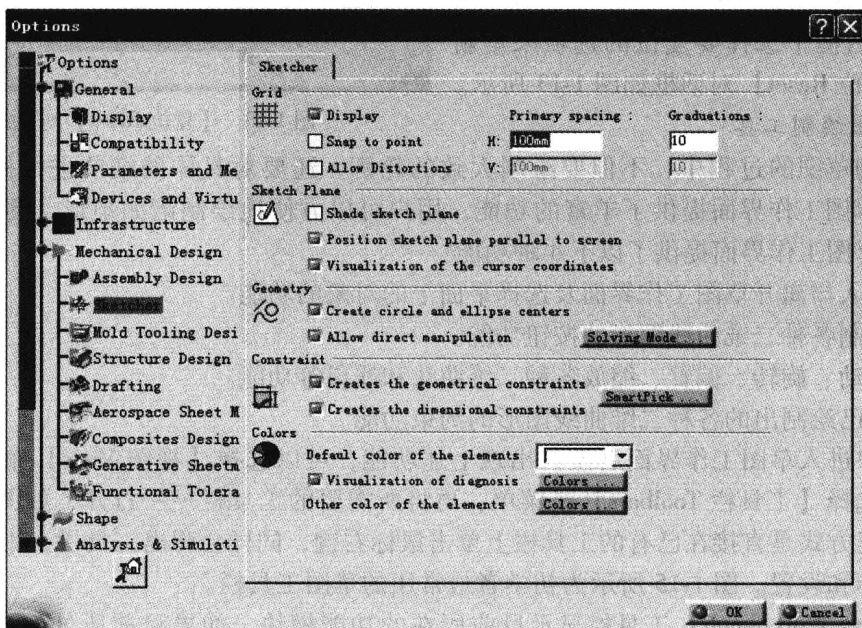
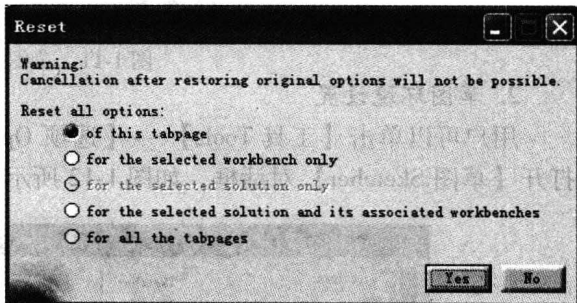

图 1-12 【草图 Sketcher】对话框
图 1-13 【复位 Reset】对话框
用户可以单击【工具 Tools】→【选项 Options】，展开【机械设计 Mechanical Design】，打开【草图 Sketcher】对话框，如图 1-12 所示。
(5) 在 Colors (颜色) 选项组中, 主要是一些约束和尺寸的默认颜色。用户可以根据爱好来进行适当的调整。
(6) 在图 1-12 所示的对话框的左下方有一个 Reset (复位) 按钮 。该按钮的作用是: 如果在环境变量设置的过程中, 不小心改动了不该改动的设置, 可以用复位按钮改回来。单击  按钮, 在弹出的【复位 Reset】对话框中选择要复位的选项来重新设置。【复位 Reset】对话框如图 1-13 所示。